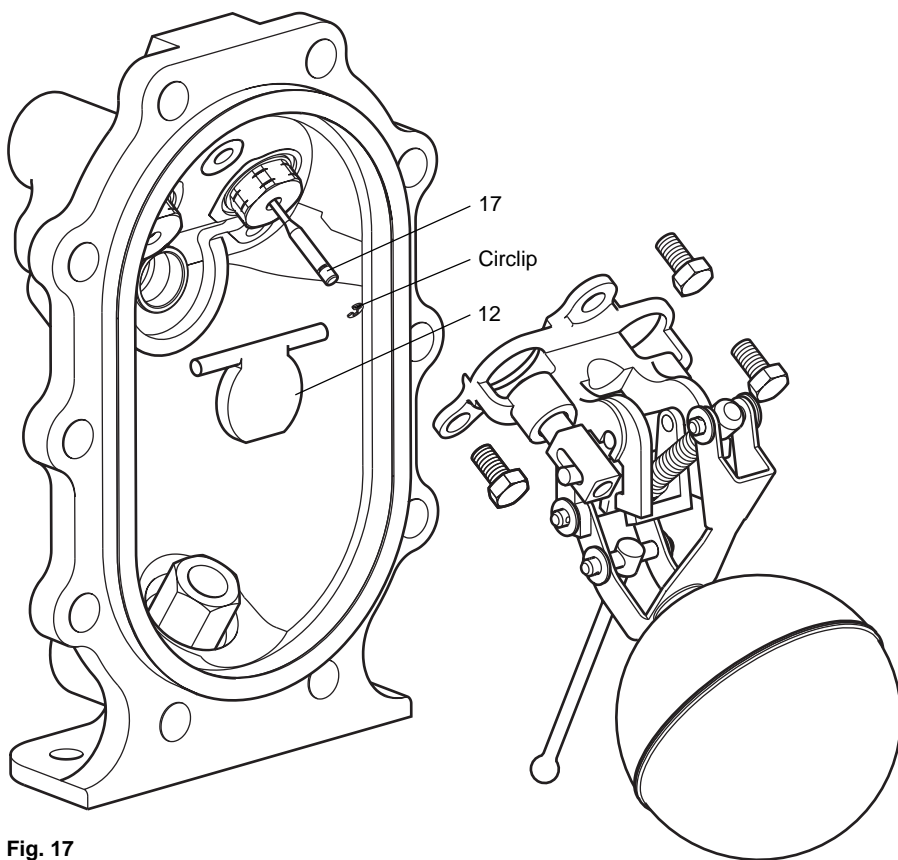

Fig. 17
5. Saque el conjunto soporte de bomba (Ver Fig. 17). Esto nos facilitará el acceso a la válvula de clapeta de entrada (ítem 12).